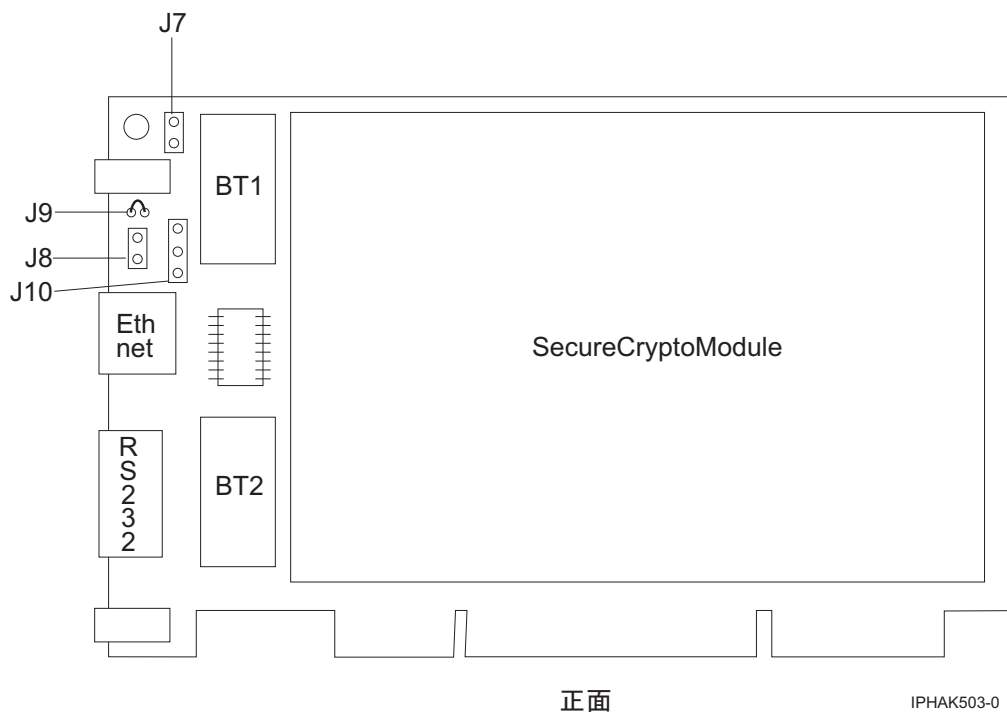

図 38. アダプター正面
6. キットに付属しているバッテリー・トレイに、新しいバッテリーのうち 1 つを挿入します。バッテリーの + をバッテリー・トレイの + (赤いワイヤーが付いている端) の位置に合わせてください。トレイのワイヤーを RS-232 シリアル・ポートの付近にある J10 コネクタに接続します。152 ページの図 38 を参照してください。コネクタは、正しく接続されるように分極されています。